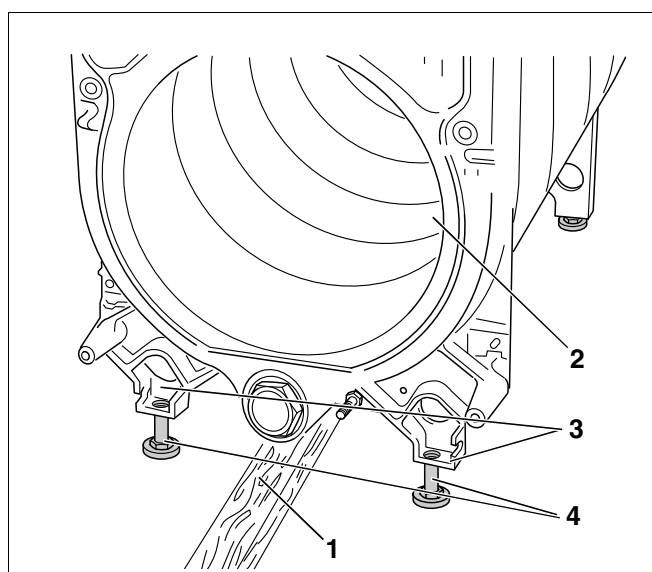

Fig. 35 Montarea șuruburilor picioarelor
- Blocul de cazan (Fig. 35, **Poz. 2**) se va ridica din partea frontală.
- Traversa de lemn (Fig. 35, **Poz. 1**) se introduce astfel încât picioarele elementelor de cazan (Fig. 35, **Poz. 3**) să fie ridicați cu câțiva centimetri.
- Șuruburile picioarelor (Fig. 35, **Poz. 4**) se introduc de jos (Fig. 35, **Poz. 3**) la picioarele elementelor de cazan.
- Blocul de cazan (Fig. 35, **Poz. 2**) se ridică de la partea frontală și se îndepărtează (Fig. 35, **Poz. 1**) traversa de lemn.
- Blocul de cazan (Fig. 35, **Poz. 2**) se echilibrează prin mișcări de strângere și slăbire (Fig. 35, **Poz. 4**) ale șuruburilor picioarelor.